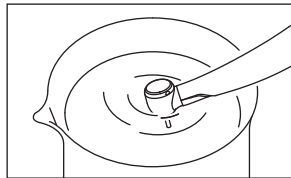

Fig. 6
- 3) Gire la pieza de mano e introduzca la mitad del cabezal de pieza de mano en una taza de agua (Fig. 6).